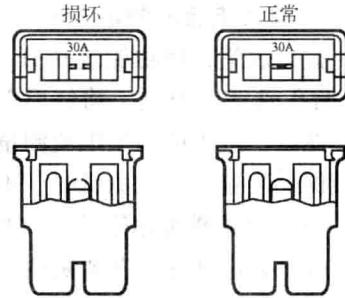

图 1-7 目测熔断器
(2) 在不便使电路导通时，可拆下熔断器，目测熔断器的金属丝是否断开，如图 1-7 所示。也可以检查熔断器阻值，标准阻值小于 1Ω 。